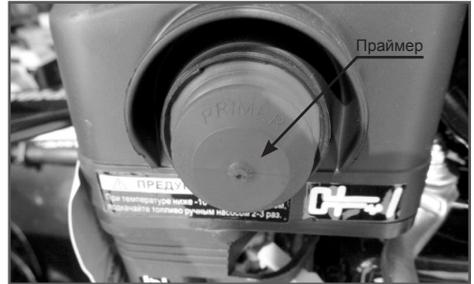

Рис.21 Праймер
4. Нажмите на праймер подкачки топлива три раза. При запуске теплого двигателя праймер нажимать не надо (Рис.21).